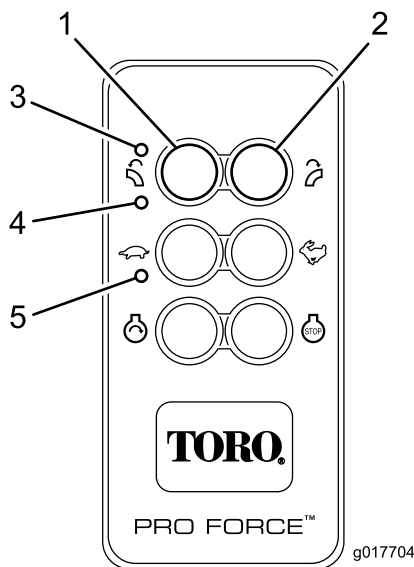

Figura 13
El control remoto se activa (se enciende) al pulsar cualquier botón. Los LEDs TX y RX parpadean, indicando que el control remoto está activado y se está comunicando con la unidad base. Para conservar las pilas, el control remoto se mantiene activo durante unos tres (3) segundos antes de apagarse automáticamente, a menos que detecte la pulsación de un botón dentro del límite de tres segundos. Cuando el equipo se apaga después del tiempo de espera, se apagan todos los LED del control remoto (Figura 13). Pulse cualquier botón para reactivar el control remoto.